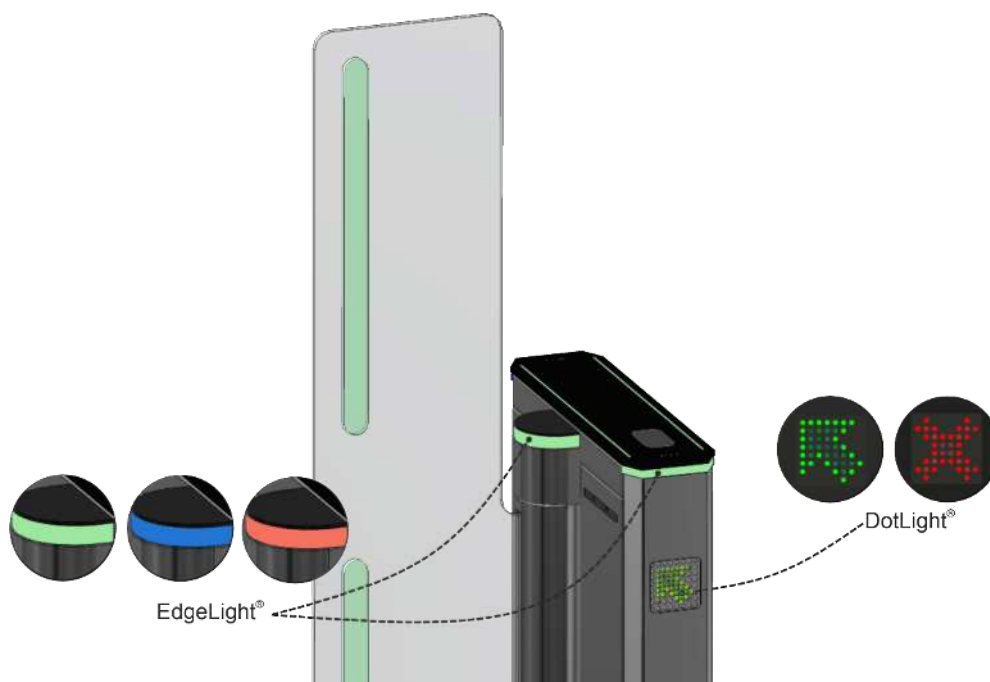

Рис.6 – Відображення світлової індикації статусу турнікету
Статус турнікету відображає плата індикації (3) DotLights, вмонтована в каркас тумби. Синя індикація, що постійно світиться (Рис.6) означає вихідний стан турнікета. При спробі несанкціонованого проходу, червона індикація починає блимати, вмикається звуковий сигнал. При надходженні команди «відкритися», індикація змінюється на зелену зі сторони дозволеного проходу. Якщо спроба несанкціонованого проходу відбувається при відкритих поворотних стулках (8), то стулки закриються, якщо в зоні повороту стулок немає перешкод.